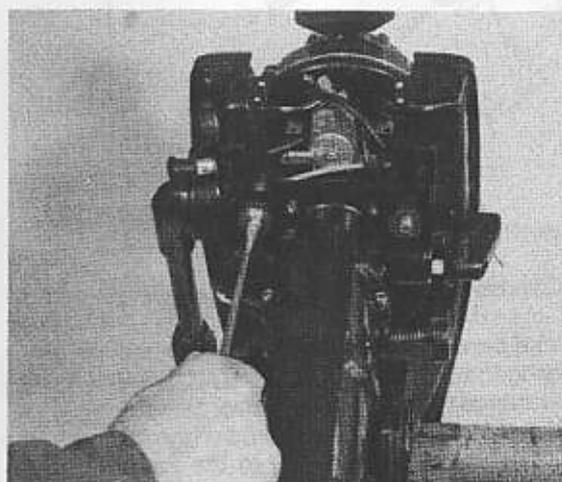

Fig. 5
13. Remove the hood carrier screws (Fig. 5).
13. Svitare le tre viti inferiori della bacinella (Fig. 5)